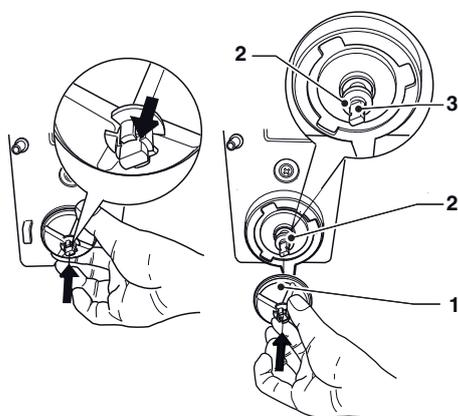

Fig. 36
- Para desmontar a ventoinha, faça uma leve pressão para soltá-la. (veja fig. 36);
Ao inserir em fundo a ventoinha, a proteção da junta vai adquirir a posição correta (veja fig 36).